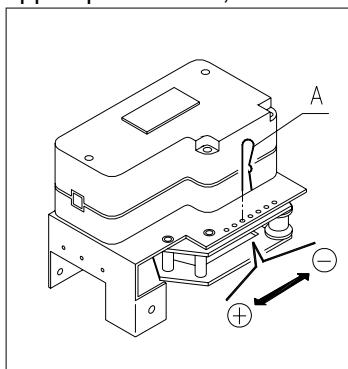

Abb. 15
8.7 REGULIERUNG RIEMENSPANNUNG ABB. 15
- Den Blockiersplint für die Spannung des betreffenden Riemens entfernen, A ABB. 15;
- Die Spanngruppe B ABB. 15 nach unten herausziehen, bis es komplett ausgetreten ist;
- Die hintere Platte C ABB. 15 herausnehmen (ist als Optional vorhanden);